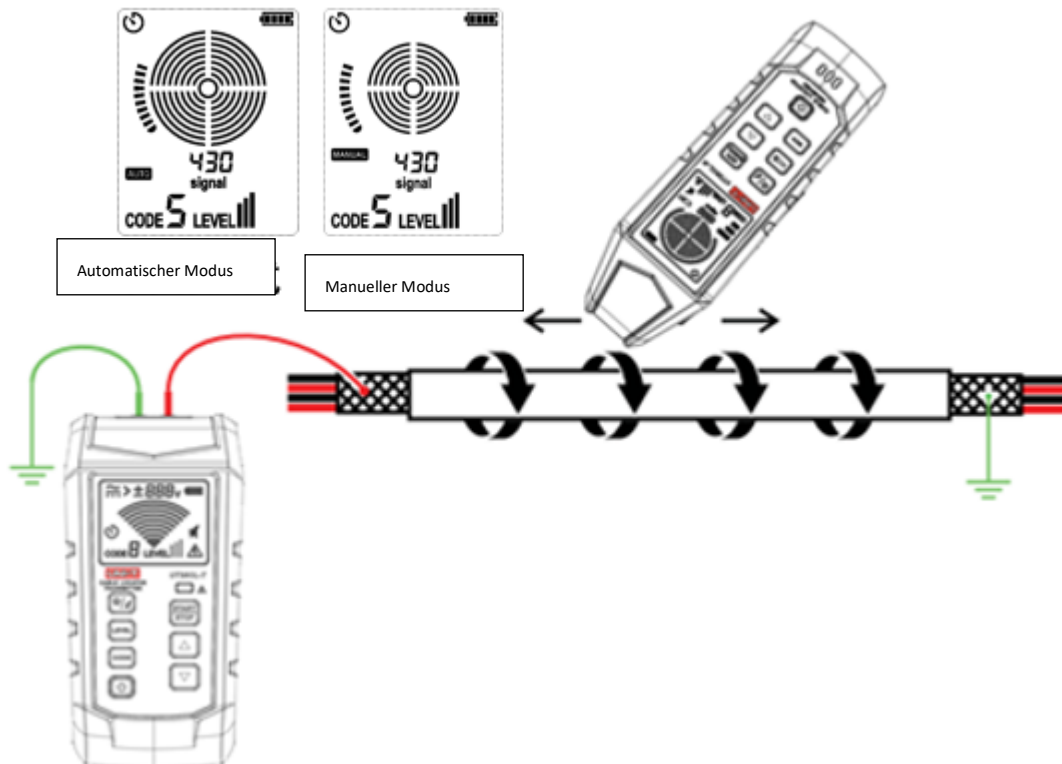

Abbildung 8.5.1a Abgeschirmtes Kabel verfolgen (mit der Erdung seines weiten Endes)
5. Siehe Abbildung 8.5.1a für spezifische Anwendungen.